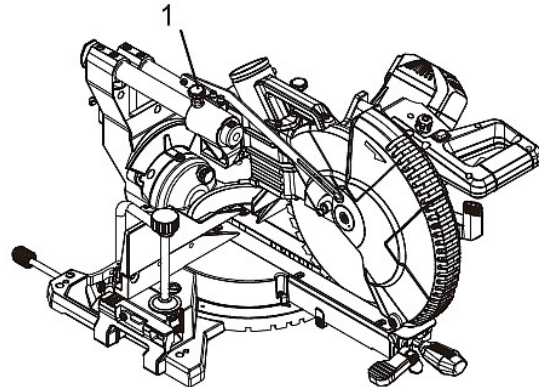

Abb. 11: Entriegeln des Schiebeschlittens
Schritt 1: Stecken Sie eine hintere Stützstange (1) in das Loch (2) an der Rückseite der Basis.
Schritt 2: Fädeln Sie die Schraube (3) in die Bohrung neben der Befestigungsbohrung ein.
Schritt 3: Ziehen Sie die Schraube (3) mit einem Schraubendreher fest.
7.5 Entriegeln des Schiebeschlittens (Abb. 11)